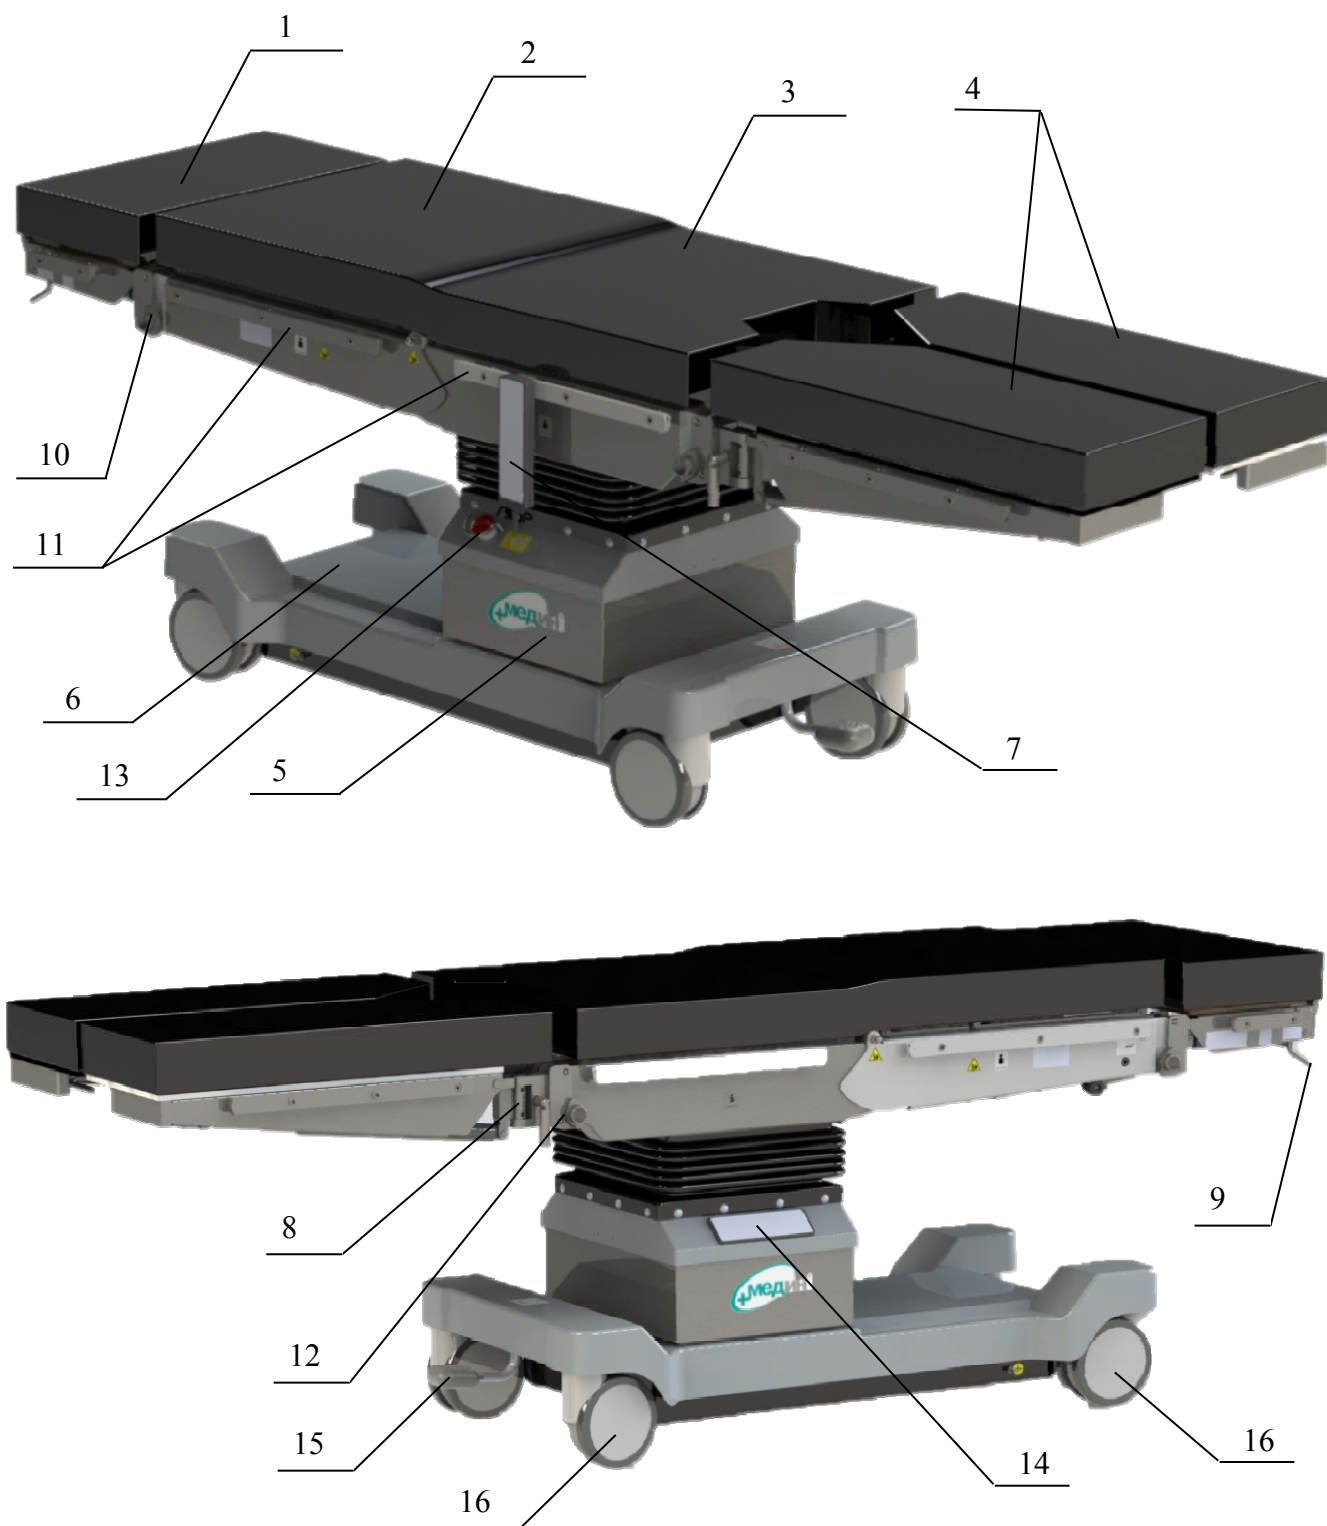

Рисунок 1. Стол общехирургический ОК-ТЕТА ПЛЮС-01.
6.1 Стол общехирургический ОК-ТЕТА ПЛЮС-01 (Рисунок 1) состоит из панели стола и основания.
6.2 Панель стола состоит из секций: головной 1, спинной 2, центральной (тазобедренной) 3 и ножной 4 (Рисунок 1). Ножная секция состоит из двух частей – правой и левой.
9.6 Вставьте разъем пульта управления (Рисунок 1) в гнездо, расположенное в верхней части направляющей колонны 5 стола (Рисунок 1).